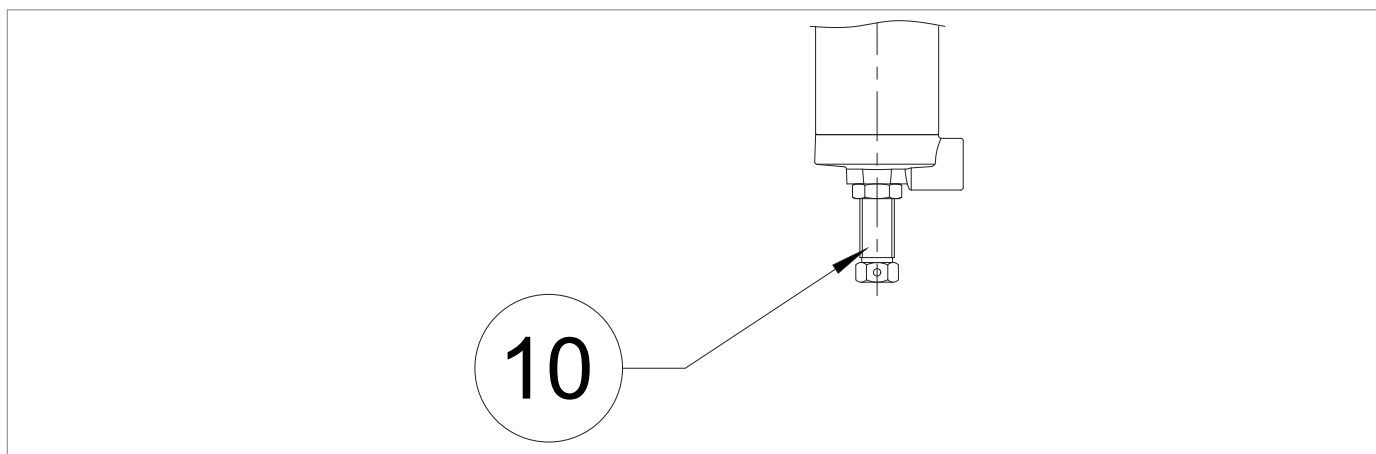

Fig. 8.37. Piloti serie 200/A/FO e 200/A
12	<p>a- PER LA PRIMA MESSA IN SERVIZIO DELLA LINEA DI REGOLAZIONE</p> <p>Se la pressione di valle (Pd) non è al valore della taratura richiesta, agire come di seguito:</p> <ul style="list-style-type: none"> • valore della pressione di valle (Pd) inferiore al valore di taratura richiesto: caricare la molla di taratura del pilota (3) ruotando in senso orario la vite di regolazione (Fig. 8.37, rif. 10) • valore della pressione di valle (Pd) superiore al valore di taratura richiesto: scaricare la molla di taratura del pilota (3) ruotando in senso orario la vite di regolazione (Fig. 8.37, rif. 10) <p>b- DOPO LA MANUTENZIONE DELLA LINEA DI REGOLAZIONE</p> <ul style="list-style-type: none"> • caricare la molla di taratura del pilota (3) ruotando in senso orario la vite di regolazione (Fig. 8.37, rif. 10) per aumentare il valore di pressione del regolatore (1)
12	a- PER LA PRIMA MESSA IN SERVIZIO DELLA LINEA DI REGOLAZIONE Se la pressione di valle (Pd) non è al valore della taratura richiesta, agire come di seguito: <ul style="list-style-type: none"> • valore della pressione di valle (Pd) inferiore al valore di taratura richiesto: caricare la molla di taratura del pilota (3) ruotando in senso orario la vite di regolazione (Fig. 8.37, rif. 10) • valore della pressione di valle (Pd) superiore al valore di taratura richiesto: scaricare la molla di taratura del pilota (3) ruotando in senso orario la vite di regolazione (Fig. 8.37, rif. 10) b- DOPO LA MANUTENZIONE DELLA LINEA DI REGOLAZIONE <ul style="list-style-type: none"> • caricare la molla di taratura del pilota (3) ruotando in senso orario la vite di regolazione (Fig. 8.37, rif. 10) per aumentare il valore di pressione del regolatore (1)